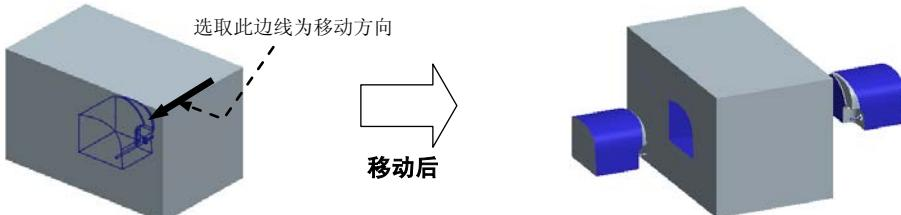

图 6.25 移动滑块和镶件
(3) 在系统的提示下, 从模型树中选择滑块 1 和镶件 1 , 然后在“选择”对话框中单击 **确定** 按钮。
(4) 在系统的提示下, 选取图 6.25 所示的边线为移动方向, 然后在系统的提示下, 输入要移动的距离值 50, 按 Enter 键。
(1) 在 **▼ DEFINE STEP (定义步骤)** 菜单中选择 **Define Move (定义移动)** 命令。
(2) 在系统的提示下, 从模型树中选择滑块 2 和镶件 2 , 然后在“选择”对话框中单击 **确定** 按钮。
(3) 在系统的提示下, 选取图 6.25 所示的边线为移动方向, 然后在系统的提示下, 输入要移动的距离值-50, 按 Enter 键。
(4) 在 **▼ DEFINE STEP (定义步骤)** 菜单中选择 **Done (完成)** 命令, 移出后的状态如图 6.25 所示。